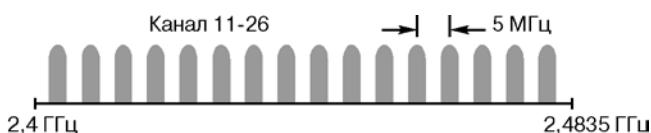

Рис.1.
- диапазон частот IMS 2,4 ГГц, разделенный на 15 радиоканалов (см.рис.1);